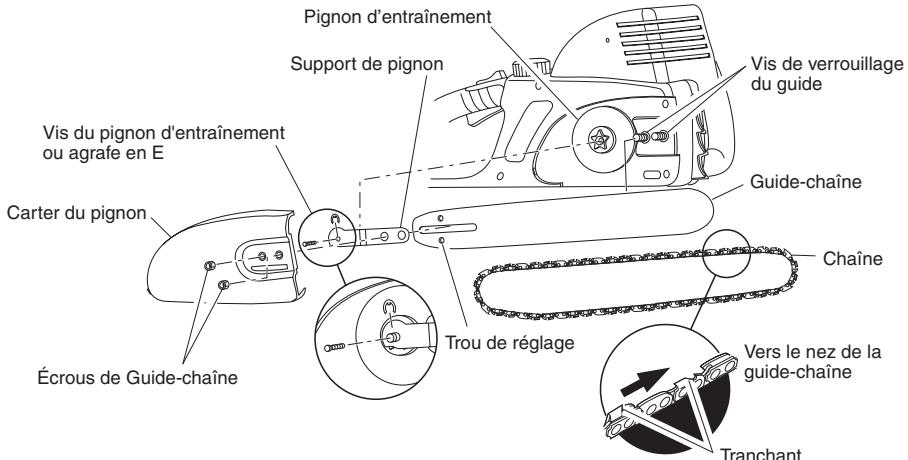

Figure 4 - Montage de la guide-chaîne et de la chaîne
3. Desserrez et retirez la vis du pignon d'entraînement ou l'agrafe en E de l'arbre (Voir la Figure 4, page 46). Retirez le support du pignon.
6. Placer la chaîne autour du pignon d'entraînement, ensuite le long de la rainure supérieure du guide-chaîne et autour du nez du guide-chaîne. **Note :** S'assurer que la face tranchante des maillons de la chaîne soit placée dans la bonne direction. Placer la chaîne de façon à ce que la face coupante des maillons sur le secteur supérieur du guide-chaîne soit dirigée vers le nez du guide-chaîne (Voir la Figure 4, page 46, et le voyant sur le capot latéral de la tronçonneuse).
9. Tout en tournant le bouton de tension de chaîne (Modèle 107625-01,-02, 111174-01) ou la vis de tension de chaîne (Modèle 107624-01,-02), ajustez la position du bloc d'ajustement jusqu'à ce qu'il soit aligné et inséré dans le trou d'ajustement sur la barre de guidage (Voir les Figures 4, 5 et 6). Le fait de tourner le bouton de tension de chaîne ou la vis de tension de chaîne dans le sens des aiguilles d'une montre déplacera la bloc d'ajustement vers l'arrière de la barre de guidage. Le fait de tourner le bouton de tension de chaîne dans le sens des aiguilles d'une montre déplacera la bloc d'ajustement à l'avant de la barre de guidage.